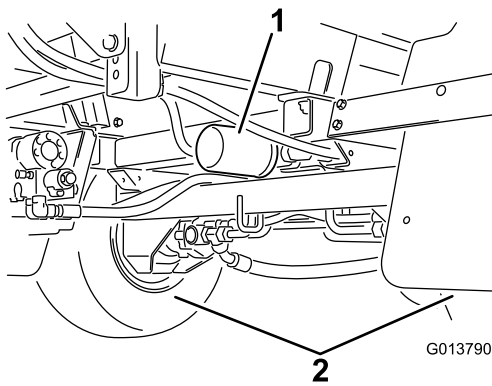

Bild 142
2. Ermitteln Sie die zwei Hydraulikfilter an der Maschine (Bild 141 und Bild 142).